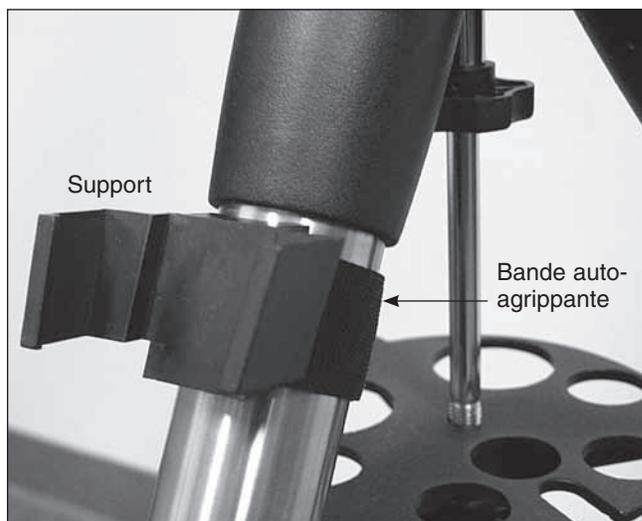

Figure 4. Le support de la raquette de commande doit être fixé à un pied du trépied.
3. Fixez le support de la raquette de commande incluse sur un pied du trépied au-dessus du plateau de support central du trépied en utilisant la bande auto-agrippante, comme représenté sur la **Figure 4**.